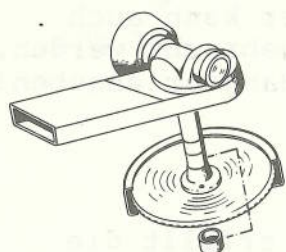

Abb.18
6. Wenn viel oder wenig Blatt vorhanden ist, kann es erforderlich werden, das Schneidmesser höher oder tiefer zu stellen. (Abb. 18)